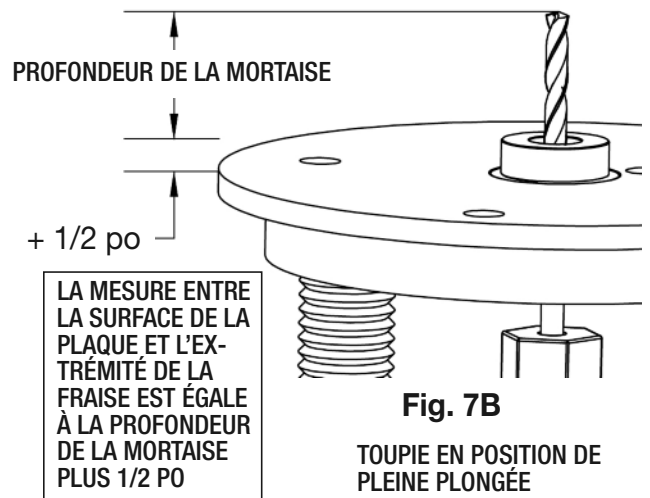

Fig. 7B
- Ajouter 1/2 po à la profondeur désirée de la mortaise et du tenon lorsque vous réglerez la profondeur de « plongée » de la toupie (fig. 7b).